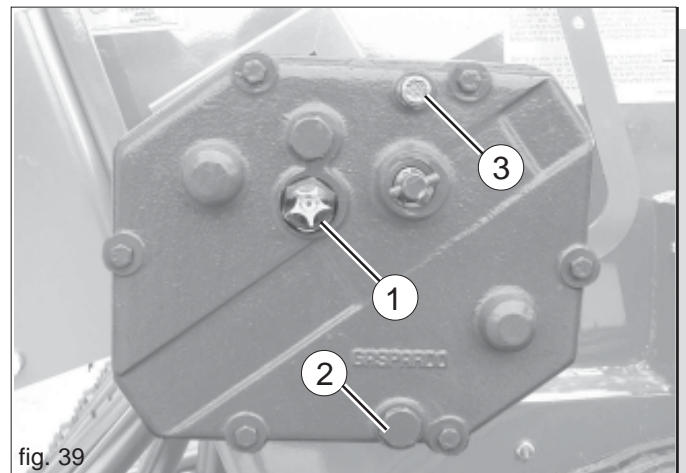

fig. 39
- Verificare il livello di olio nella scatola cambio, eventualmente ripristinarlo fino al livello (1 Fig. 39). Nell'eseguire il ripristino, è consigliabile usare lo stesso tipo di olio (ACER 22).
- tappo scarico olio, 2 Fig. 39;
- tappo carico olio, 3 Fig. 39.